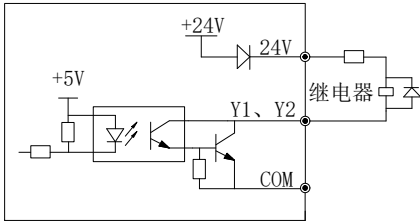

图 2-18 多功能输出端子输出接线方式 1
1) 多功能输出端子Y1、Y2作为开关量输出时可使用驱动器内部的24V电源，接线方式请参见图2-18。